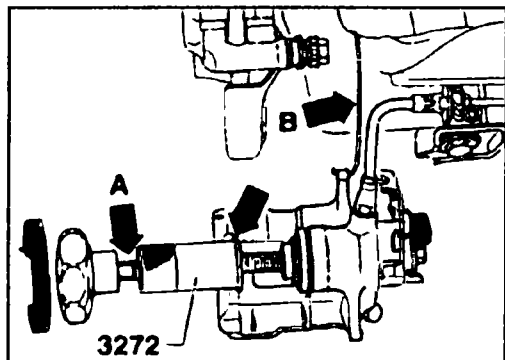

Рис. 9.27 Утапливание поршня в суппорт
- ◆ Утопите поршень суппорта. Можно воспользоваться специальным приспособлением VW-3272 (см. рис. 9.27).
- ◆ Установите суппорт и закрепите его на тормозном щите новыми болтами (23) моментом 35 Нм, одновременно придерживая направляющие пальцы.